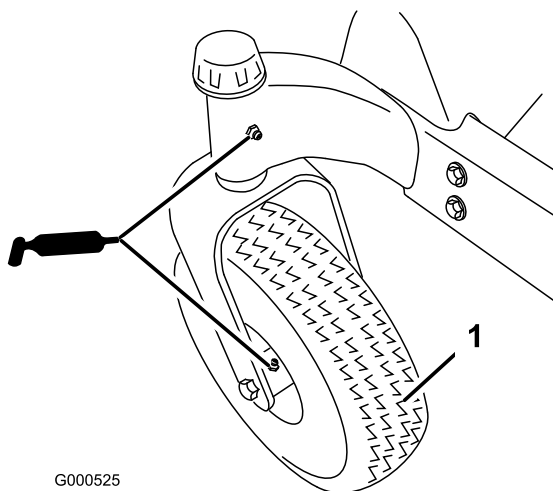
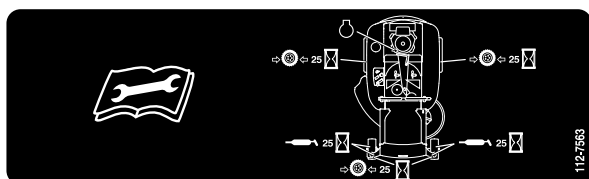

Bild 30
Bild 31
Fetten Sie die vorderen Laufradgehenke und -räder ein (Bild 30).
3. Reinigen Sie die Schmiernippel (Bild 30 und Bild 31) mit einem Lappen. Kratzen Sie bei Bedarf Farbe vorne von den Nippeln ab.
4. Setzen Sie die Fettpresse nacheinander an allen Nippeln an (Bild 30 und Bild 31). Fetten Sie die Nippel, bis das Fett beginnt, aus den Lagern auszutreten.